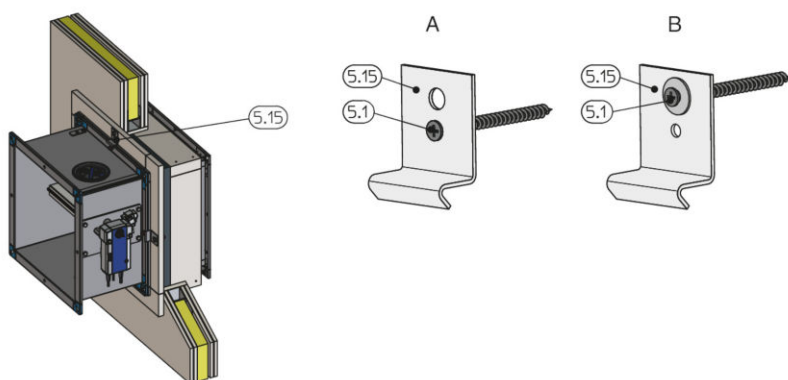

Abb. 94: Befestigung am Ständerwerk
2. ▶ Brandschutzklappe mit Klammern und Schnellbauschrauben am Ständerwerk befestigen, siehe Abb. 94.